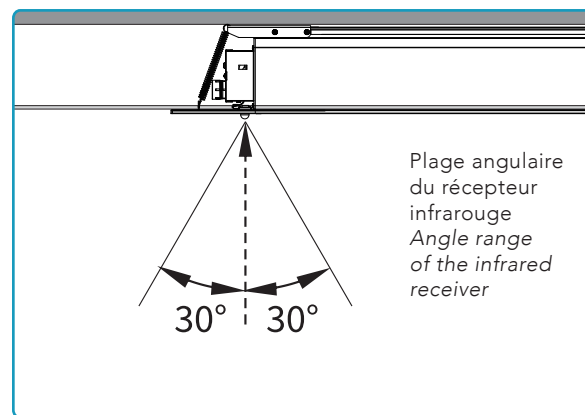

Figure 12
3. Angle de réception : $\pm 30^\circ$ par rapport à l'axe du récepteur (figures 12 et 13).